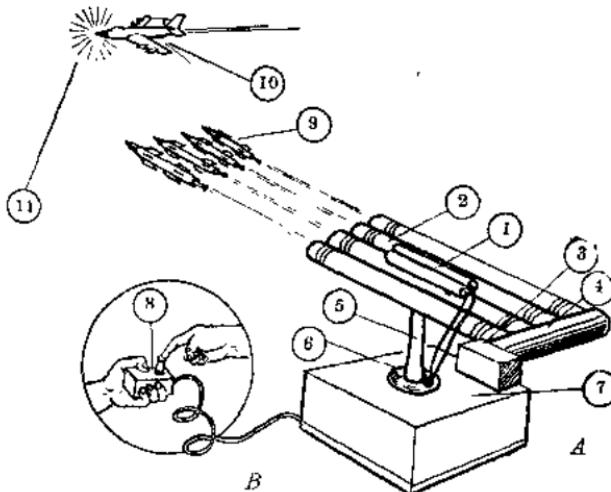

图 7-1
现代防空武器的种类是很多的，如导弹、自动高射炮、火箭炮、高射机关枪等等，其中大多数都是能够在雷达和别的仪器的控制下，自动地跟踪敌机，准确地进行射击。这些自动跟踪的防空武器击中敌机的命中率是比较高的，因此，是现代化的防空武器。下面，我们来制作一台会自动跟踪“敌机”的火箭炮模型，能比较精确地跟踪着“敌机”，等“指挥员”一按电钮时，四支银光闪闪的“火箭”便嗖的一声从炮筒内飞出，射向“敌机”，把敌机打中（见图 7-1）。
这台光电自动跟踪火箭炮模型是怎样进行自动跟踪的呢？在我们制作模型之前，应该先把它 的结构原理弄清楚。看图 7-1，这个模型就是靠光电瞄准头①来对“敌机”上的灯光⑪进行自动跟踪的。②是火箭炮的炮身（即炮筒），炮身里面的火箭是由发射控制机构③控制的。④是发射控制机构的罩壳。⑤是支撑着火箭炮旋转的支柱。⑥是旋转机构。⑦是旋转机构的外壳。⑧是控制火箭发射的控制按钮，只要按一下按钮⑧，火箭便会发射出去。⑨是四支银光闪闪的火箭模型，是用硬厚纸、铁皮、木片等等做成的。⑩是“敌机”模型，这是一架用木片制作的模型飞机，穿在一条水平的铁丝上，让它沿铁丝滑行，“敌机”头部有一个小电灯泡⑪，这是火箭光电瞄准头①所要跟踪瞄准的部位。
火箭发射台的外壳见图 7-1 的⑦，它是一个用木头或铁皮制成的方盒子，很容易制作，这里就不详细介绍。